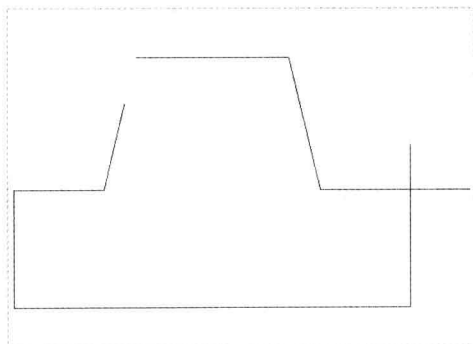

图 3-9 图形文件
Step 01 按【Ctrl+O】组合键，打开图形文件，如图 3-9 所示。